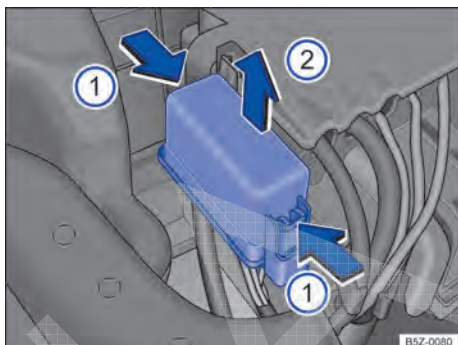

Fig. 167 No compartimento do motor: retirar cobertura da caixa de fusíveis.
- Pressionar as travas no sentido da seta para destravar a cobertura da caixa de fusíveis ⇒ Fig. 167.